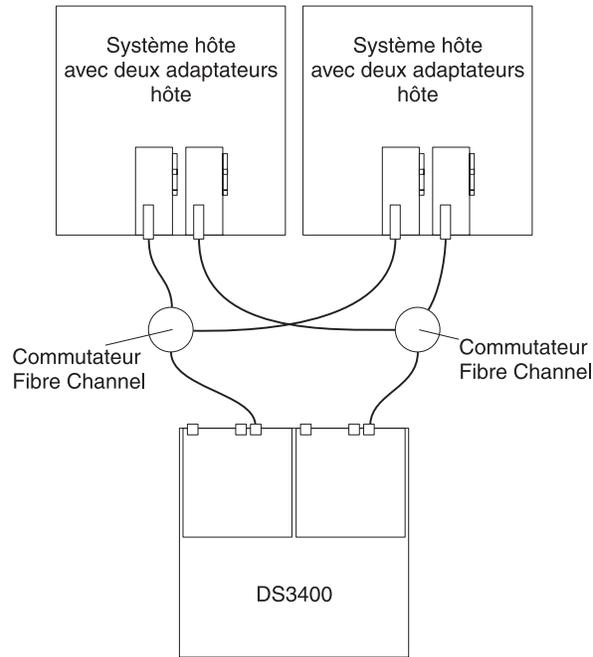

Figure 47. Exemple de configuration avec deux matrices SAN
- Configuration de deux matrices SAN, comme illustré dans la figure 47, à la page 58
Dans la figure 47, les commutateurs Fibre Channel ne sont *pas* connectés l'un à l'autre via une liaison ISL. Chaque commutateur forme sa propre matrice SAN. Cette configuration est également celle à utiliser pour une configuration avec un cluster de deux nœuds.